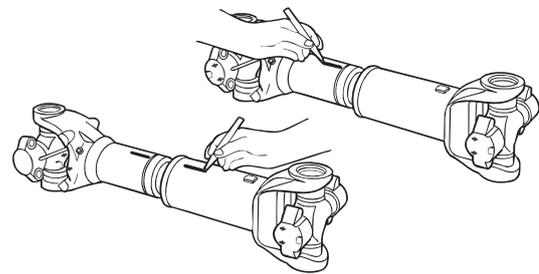

Figura 4.13
3. Marque as seções do garfo deslizante e do eixo para garantir que a remontagem em suas posições originais. Figura 4.13.